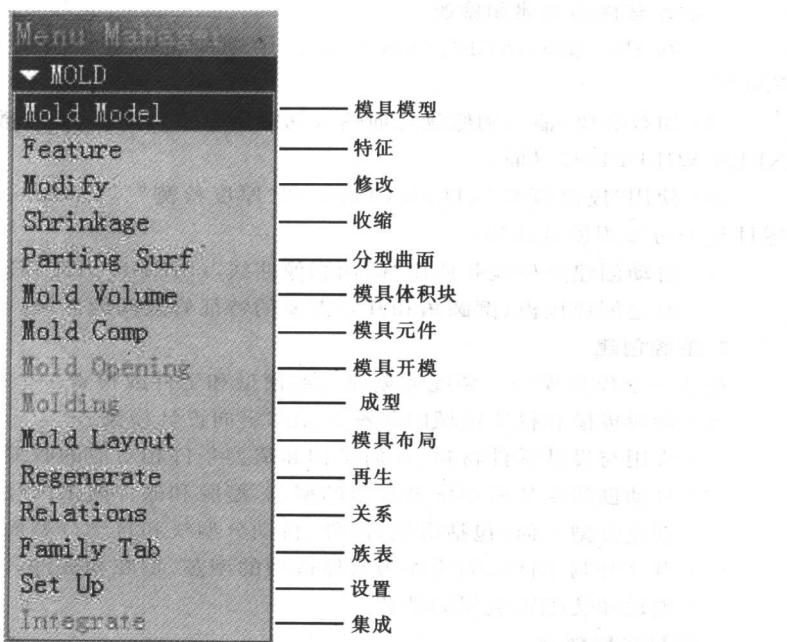

图 1.2 Pro/MOLDESIGN 菜单
(1) 单击“文件”(File)→“新建”(New)。
(2) 在“新建”(New)对话框中, “类型”(Type)下, 选取“制造”(Manufacturing)。在“子类型”(Sub-type)下, 选取“模具型腔”(Mold Cavity)。
(3) 键入正在创建的新.mfg 文件的名称, 然后单击“确定”(OK)。
(4) 系统打开一个新的 Pro/ENGINEER WILDFIRE 空窗口, 显示“模具”(Mold)菜单和“模具型腔”(Mold Cavity)工具栏以及模型的模型树。如图 1.2 所示为 Pro/MOLDESIGN 的模具(MOLD)菜单结构。